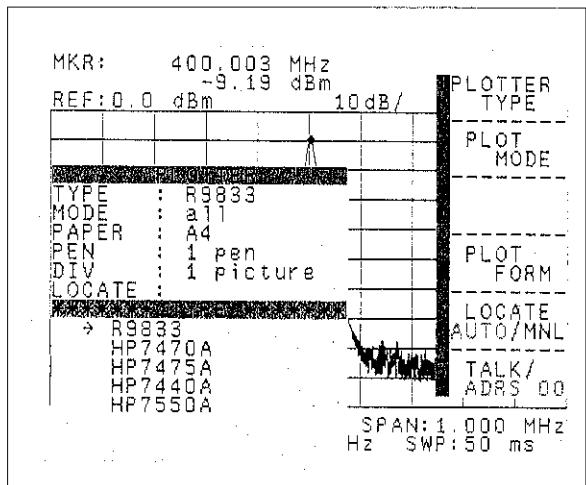

図 5-6 プロッタ設定のウィンドウ画面
② 設定ウィンドウ画面
**SHIFT** **CONFIG** **PLOTTER** と順にキーを押すと、[図5-6]の設定ウィンドウ画面が表示されます。